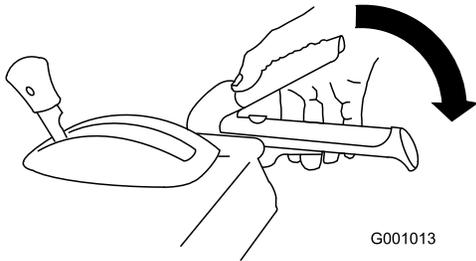

Bild 20
1. Drücken Sie zum Einkuppeln des Räumwerk- bzw. Gebläseradtriebs den rechten Hebel (Räumwerk bzw. Gebläserad) zum Handgriff (Bild 20).